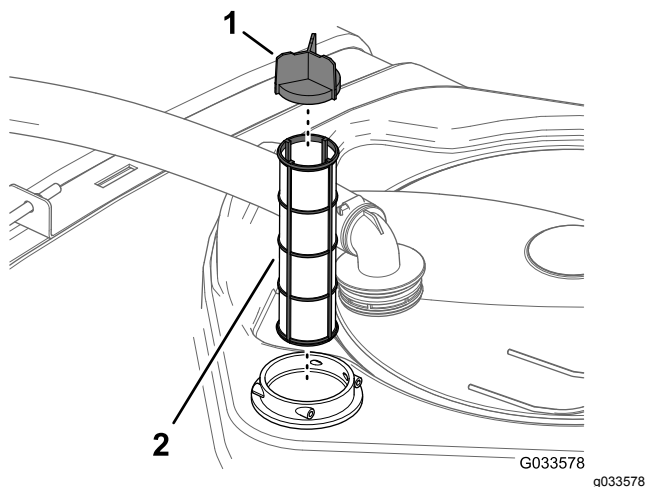

Figura 96
4. Retire el filtro de aspiración del alojamiento del filtro del depósito (Figura 96).